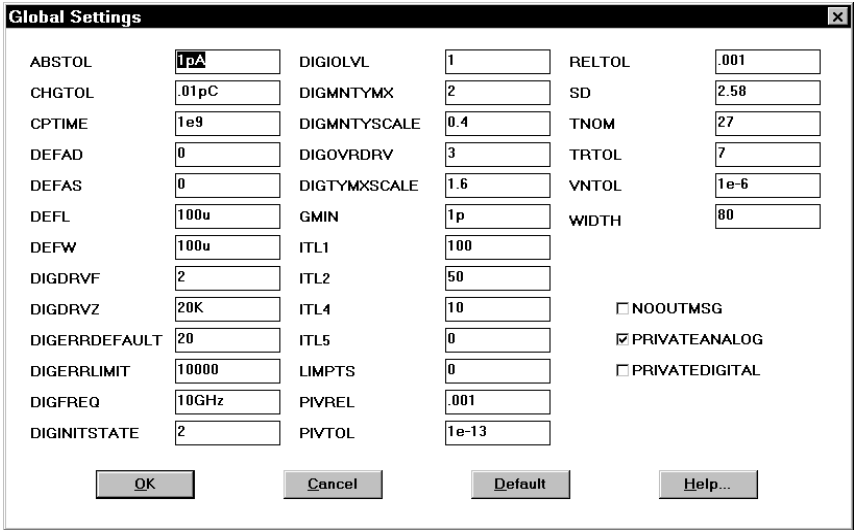

Figura 31. Cuadro de diálogo *Global Settings* (Variables globales)
- 7) **Global Settings...** (Variables globales). Al seleccionar esta opción se muestra el cuadro de diálogo de la Figura 31, en el que se pueden cambiar variables que afectan a los resultados de la simulación.